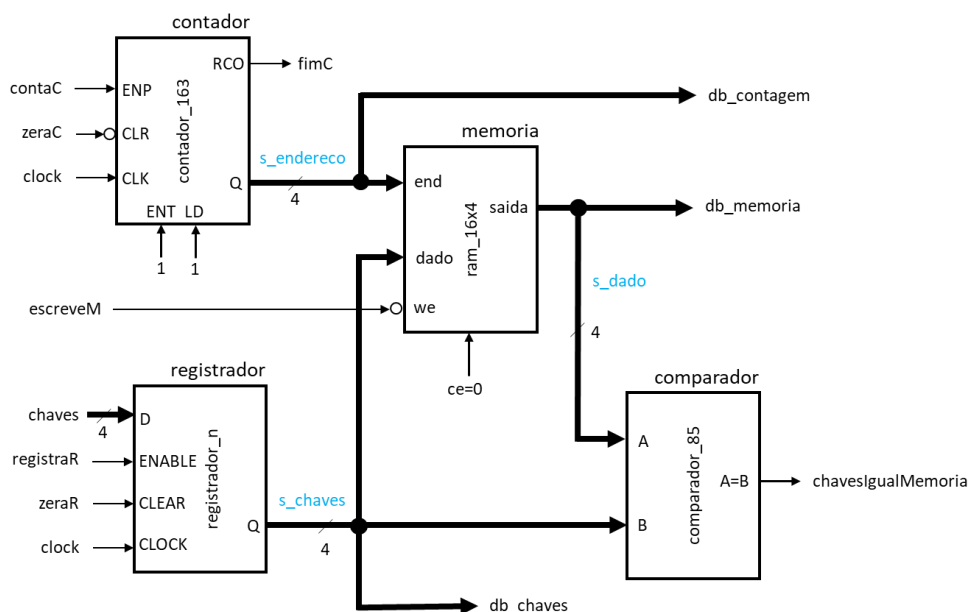

Figura 5: Diagrama de Blocos da Estrutura Interna do Fluxo de Dados.
- b) A Figura 5 apresenta um diagrama de blocos do fluxo de dados da experiência. Compare-o com o fluxo de dados da experiência anterior e analise as diferenças.
³ Os sinais de controle dos elementos do fluxo de dados podem ser verificados na Figura 5.
⁴ A Figura 5 mostra o diagrama de blocos do fluxo de dados em que o sinal de condição *fimC* é gerado pelo contador interno.